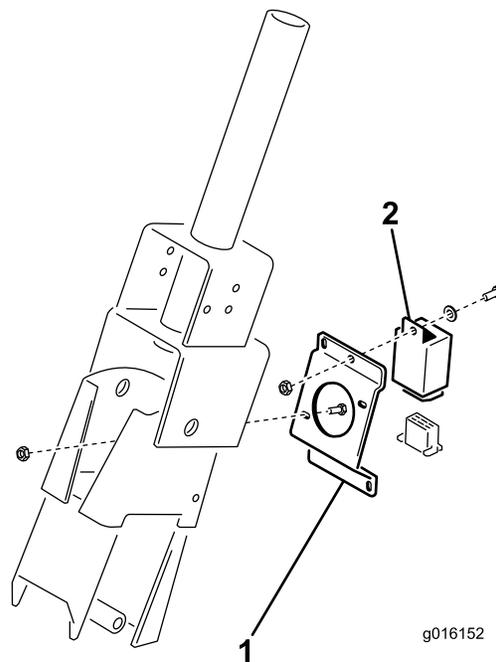

Figura 2
3. Montate la staffa del lampeggiatore sul supporto del piantone con (2) viti a impronta a cacciavite (#10 x 1/2 poll.) e (2) dadi Keps (#10) (Figura 2).
4. Montate il modulo del lampeggiatore sulla staffa con una vite a impronta a cacciavite (#10 x 1/2 poll.), una rondella piana (0,216 x 0,500) e un dado Keps (#10) (Figura 2).